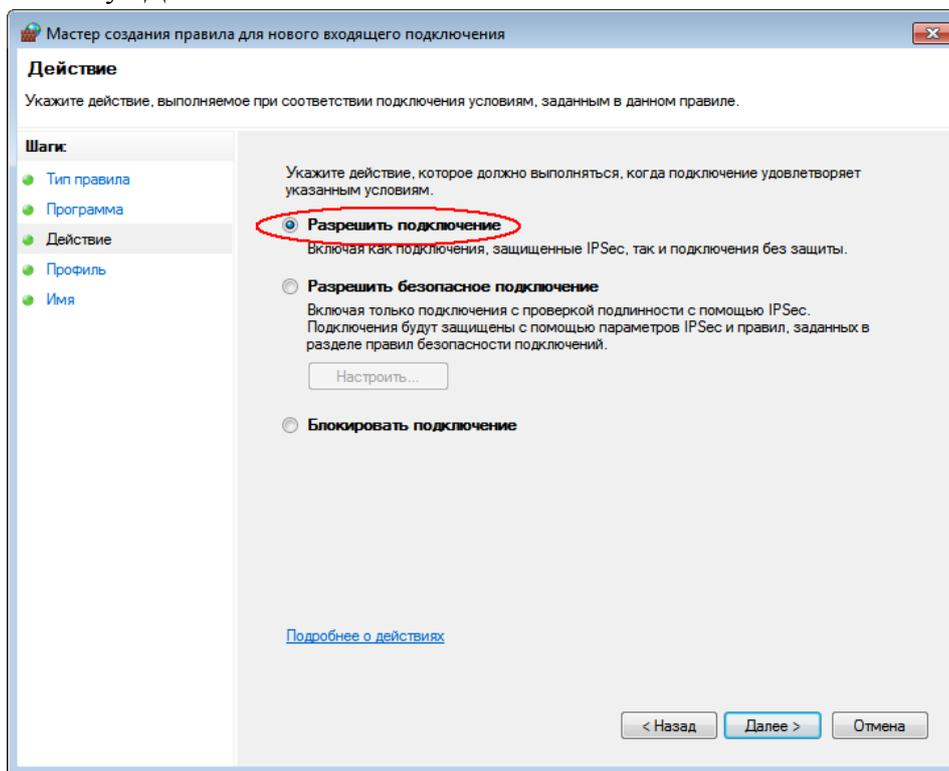

Рис. 38
- В следующем окне необходимо установить флаг «Разрешить подключение» (Рис. 38) и нажать кнопку «Далее».